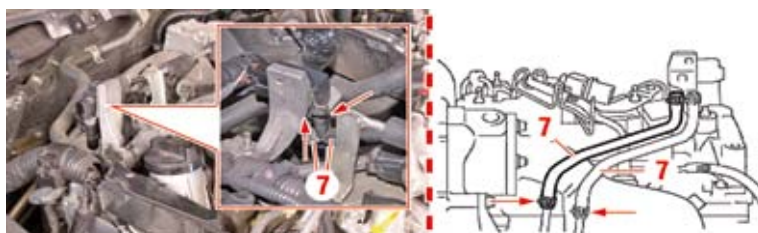

Fig. 35
- Débrancher les durites **(7)** du capteur de pression différentielle et des canalisations de prise de pression (Fig.35).